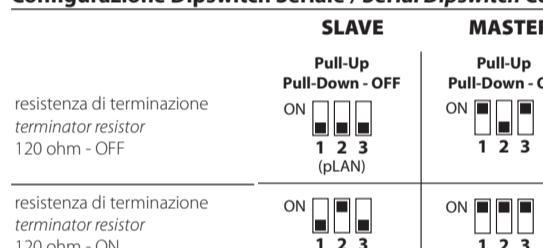

Fig.3
Porte Seriali, COM1 (2), COM2	RS485 max 115,2 Kb/s Connettore sconnettibile a vite passo 3,81mm Cavo schermato AWG 20-22 a coppia ritorte per ± Lmax = 500m - coppia serraggio 0,25Nm (2.2lbf x in) Master/Slave configurabile tramite dip switch (Fig.3)